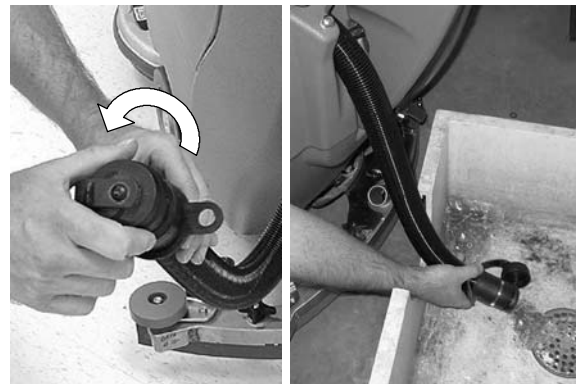

FIG. 29
1. Tout en tenant le tuyau de vidange dirigé vers le haut, retirez le bouchon puis abaissez le tuyau pour vider le réservoir (Figure 29).